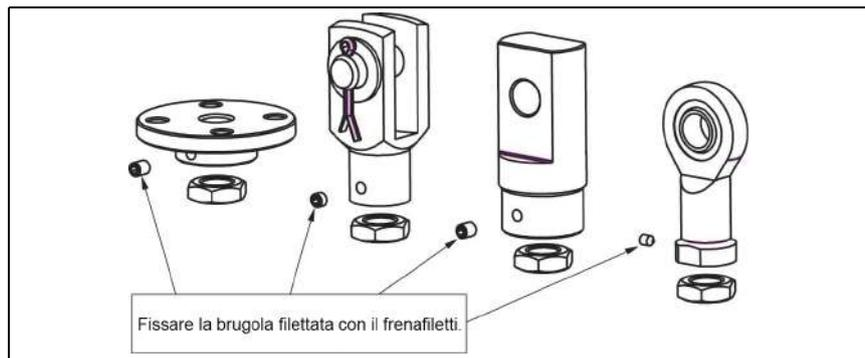

Fig. 9: Bloccare gli accessori montati sulla vite solo dopo averli posizionati correttamente.
3. Per le taglie 50, 100 e 150 delle serie Z e ZE, per il fissaggio del corpo del martinetto è necessario impiegare viti con rondelle (tipo DIN 1441), in quanto i fori passanti sono ovali. Assemblare gli accessori sulla vite (vedi fig. 9), utilizzando un frenafili (tipo Loctite) ed inserendo in seguito la brugola filettata di bloccaggio (fino alla taglia 100).